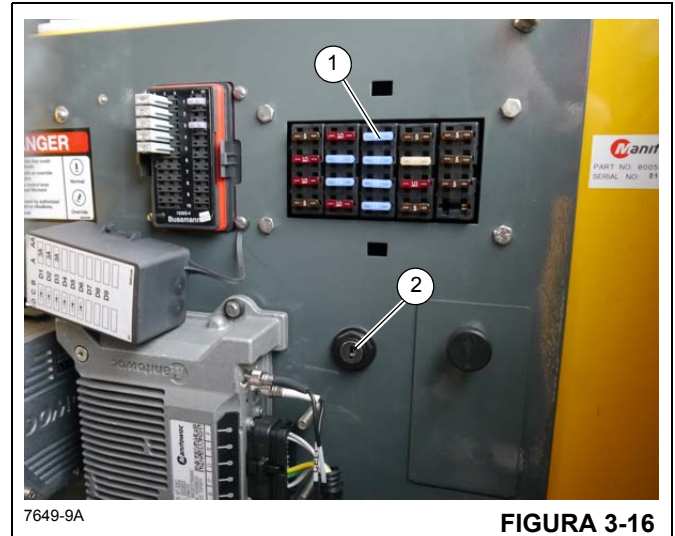

FIGURA 3-16
El tablero de fusibles (1) (Figura 3-16) se encuentra detrás del asiento de la cabina en el conjunto de tablero de relés y fusibles de la cabina. Contiene 20 fusibles que protegen los diversos componentes eléctricos de la grúa.
El interruptor de anulación de emergencia del RCL (2) (Figura 3-16) es un interruptor accionado con llave que se encuentra dentro de la cabina del operador, en el conjunto del tablero, detrás del asiento del operador. Cuando se acciona (en sentido horario), el interruptor anula el RCL y evita que bloquee las funciones de la grúa (límite de tres vueltas y prevención del contacto entre bloques), lo que ocasionaría una condición de sobrecarga. Gire la llave en sentido contrahorario para anular el interruptor de prevención del contacto entre bloques, la extensión/retracción telescópica, el indicador de tres vueltas (limitador de bajada del malacate) y la elevación/bajada de la pluma.